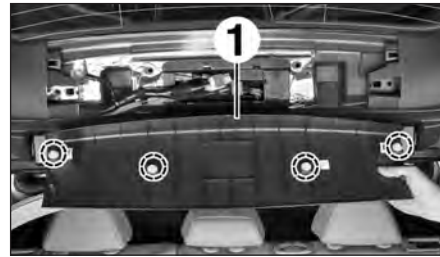

FIG.90
- la garniture supérieure (1) d'encadrement de lunette arrière (Fig.90),